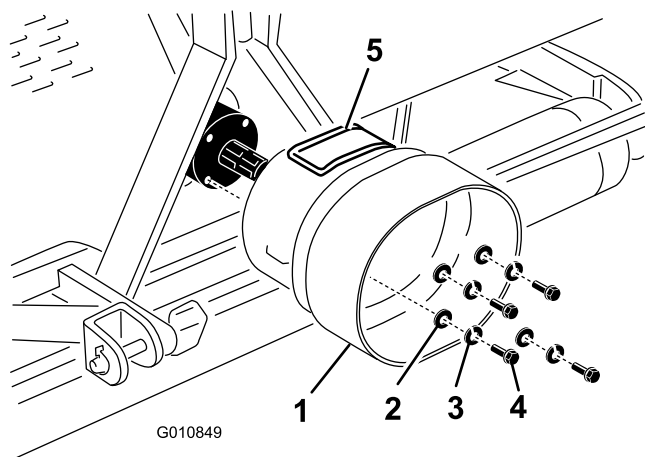

Figura 22
1. Rimuovete i 4 bulloni, le rondelle di bloccaggio e le rondelle piane fissate sulla parte posteriore della trasmissione dell'arieggiatore (Figura 22).
2. Montate la protezione della PDF sulla trasmissione dell'arieggiatore con i dispositivi di fissaggio precedentemente rimossi (Figura 22). Quando montate la protezione della PDF assicuratevi che lo sportellino di accesso (Figura 22) si trovi sulla parte superiore o su un lato, a seconda della struttura del telaio dell'arieggiatore.
Nota: Potete aprire lo sportellino di accesso (Figura 22) per facilitare l'operazione di rimozione e montaggio dei fermi dell'albero della PDF.